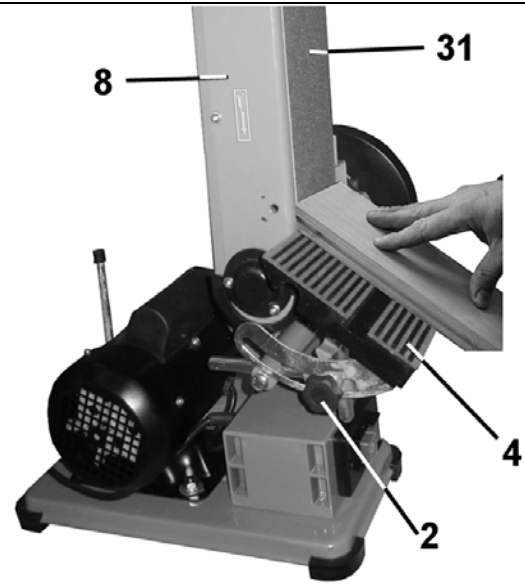

Рис.8
9.3. Перестановка рабочего стола (Рис.8)
Шлифование можно осуществлять под углом от 0 до 45 градусов. После установки рабочего стола (4) необходимо затянуть фиксирующий винт (2). Перед выполнением ответственных работ необходимо выполнить пробную обработку, Рис. 8,12.